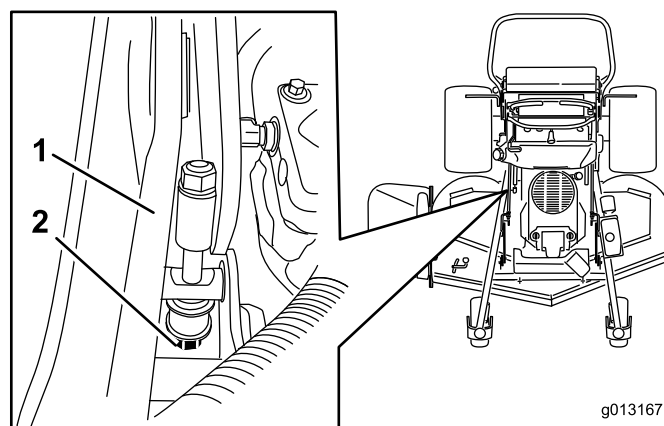

Figura 89
5. Se as medidas não estiverem correctas, localize a barra da altura de corte no lado direito da máquina (Figura 89).
6. Ajuste o parafuso até que as pontas da lâmina correspondam a 7,6 cm (Figura 89).